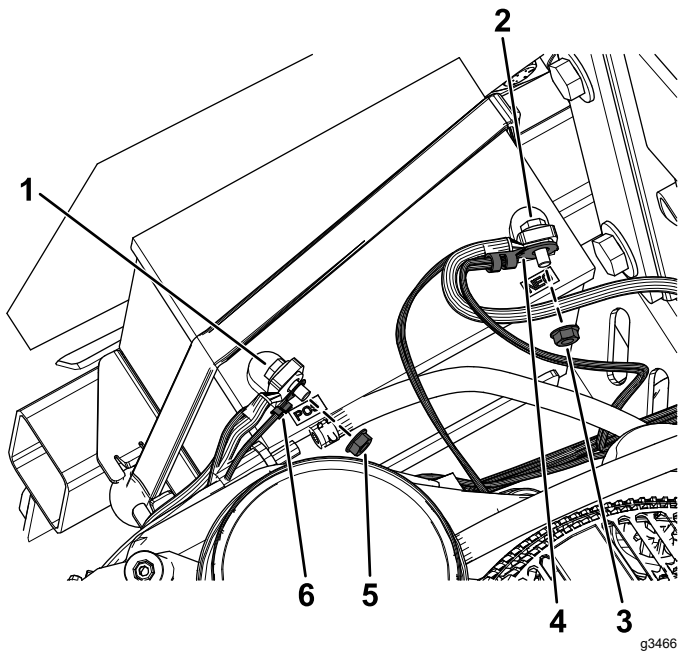

Figure 23
5. Retirez l'écrou de la borne positive de la batterie et placez la bague de la borne positive du faisceau du kit sur le boulon (Figure 23).
6. Fixez la bague de la borne positive à l'aide de l'écrou retiré précédemment (Figure 23).
8. Retirez l'écrou de la borne négative de la batterie et placez la bague de la borne négative du faisceau du kit sur le boulon (Figure 23).
9. Fixez la bague de la borne négative à l'aide de l'écrou retiré précédemment (Figure 23).